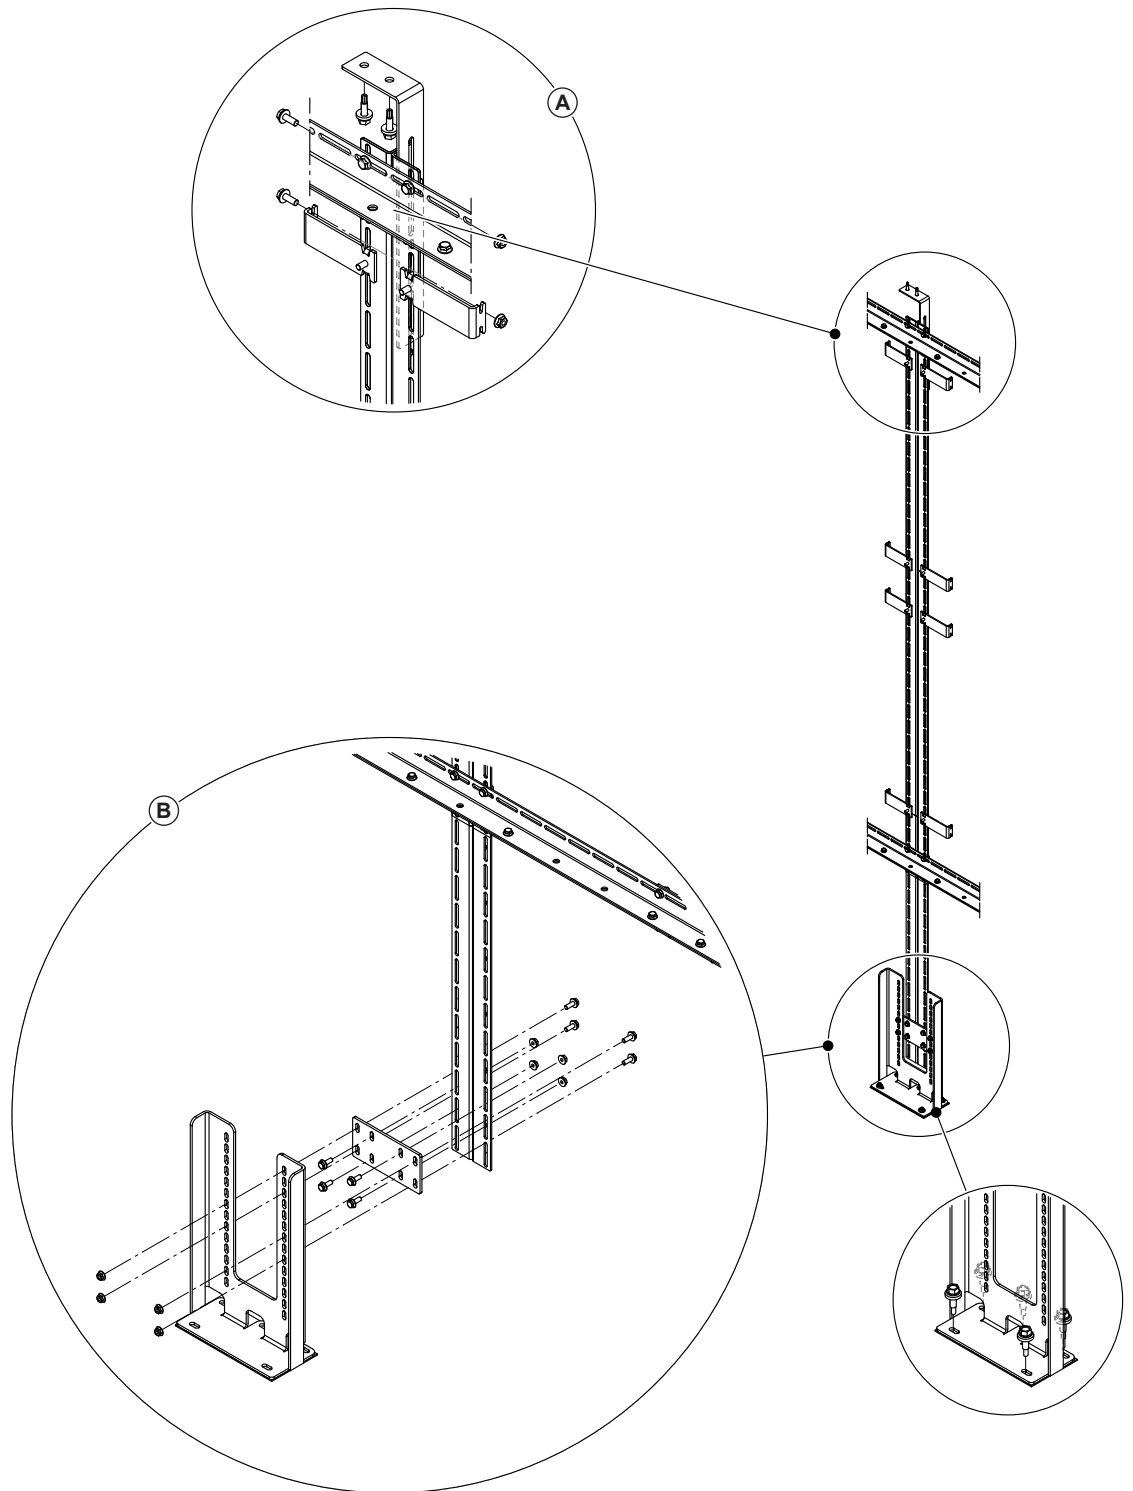

Fig. 29: Montage du pied d'appui inférieur et de l'équerre sur le support vertical central
- Si nécessaire, desserrer les deux assemblages vissés avec lesquels l'équerre est fixée au support vertical et pousser l'équerre vers le haut, vers le plafond du conduit, puis resserrer de nouveau les deux assemblages vissés (voir détail A au Fig. 29).
- Fixer l'équerre du support vertical au plafond du conduit avec deux vis autoforeuses 6,3 x 25 mm (voir détail A au Fig. 29).